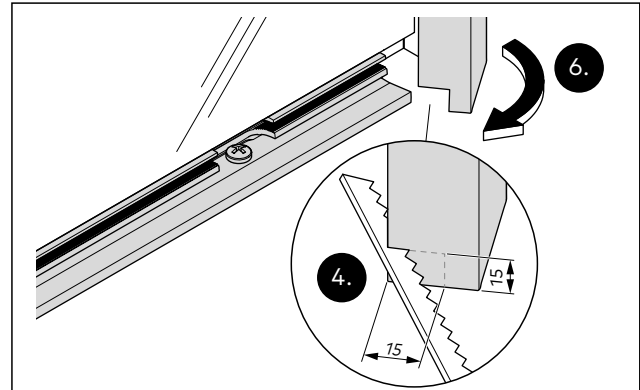

Abb. 39 Eine Ausnehmung z. B. am senkrechten Abdeckprofil an der unteren Stoßkante heraussägen
4. Für die Stoßmontage am senkrechten Abdeckprofil eine 15 mm x 15 mm große Ausnehmung an der Glasseite heraussägen (Abb. 39).